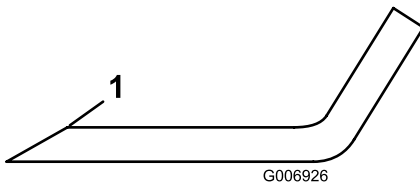

Bild 33
1. Schärfen Sie die Schnittkante jedes Messers an beiden Enden des Schnittmessers mit einer Feile (Bild 33). Behalten Sie den ursprünglichen Winkel bei. Das Messer bleibt ausgewuchtet, wenn Sie die gleiche Menge Metall von beiden Schnittkanten entfernen.